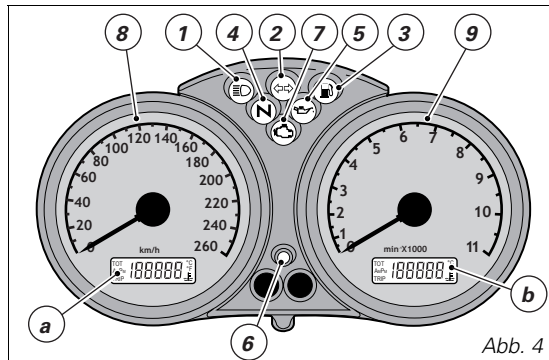
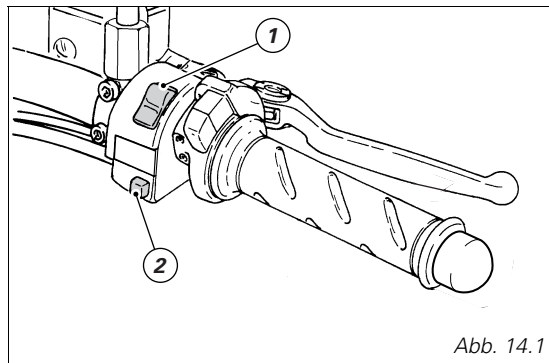

Abb. 4
Abb. 14.1
## Cockpit (Abb. 4)
Die CODE CARD an einem sicheren Ort aufbewahren. Ein Mitführen des elektronischen und auf der CODE CARD angegebenen Codes ist jedoch empfehlenswert, falls sich eine Motorfreigabe anhand des Verfahrens erforderlich machen sollte, bei dem der Gasdrehgriff entsprechend betätigt werden muss. Das nachstehende Verfahren gibt dem Anwender die Möglichkeit, im Fall von Störungen am Immobilizer-System, die Funktion der "Motorsperre", die durch das gleichzeitige Aufleuchten der ockerfarbenen EOBD-Kontrollleuchte (7, Abb. 4) angezeigt wird, freizugeben. Dieses Verfahren kann jedoch nur mittels Eingabe des auf der Code Card angegebenen elektronischen Codes (eletronic code) durchgeführt werden.
Die EOBD-Kontrollleuchte (7, Abb. 4) erlischt nach einer festgelegten Zeit von 8 Sekunden.
4) So viele Leuchtimpulse der EOBD-Kontrollleuchte (7, Abb. 4) mitzählen, wie sie der ersten Ziffer des Geheimcodes entsprechen.
- 1) Wird der Code erkannt, blinkt die Kontrollleuchte (6, Abb. 4) am Cockpit kurz auf; das Schutzsystem hat in diesem Fall den Schlüsselcode erkannt und hebt die Motorsperre auf. Auf das Drücken der START-Taste (3, Abb. 14.1) hin, springt der Motor an;
- 2) Leuchten die Kontrollleuchte (6, Abb. 4) oder die EOBD-Kontrollleuchte (7, Abb. 4) weiterhin auf, wurde der Code nicht erkannt. In diesem Fall, wird empfohlen, den Schlüssel in die Position OFF zu bringen und ihn darauf erneut auf ON zu schalten. Sollte der Motor weiterhin blockiert bleiben, sollten man es nochmals mit dem anderen, mitgelieferten schwarzen Schlüssel versuchen. Springt der Motor immer noch nicht an, sollte man sich mit einem Kundendienst der DUCATI in Verbindung setzen.
- 3) Blinkt die Kontrollleuchte (Abb. 4) weiterhin auf, bedeutet dies, dass eine Anzeige des Immobilizer-Systems zurückgesetzt wurde (z.B. mittels Motorfreigabe über den Gasdrehgriff). Dreht man den Zündschlüssel auf OFF, dann wieder auf ON, müsste die Kontrollleuchte des Immobilizers ihre normale Funktion wieder aufnehmen (siehe Punkt 1).
## **Rechter Umschalter** (Abb. 14.1)